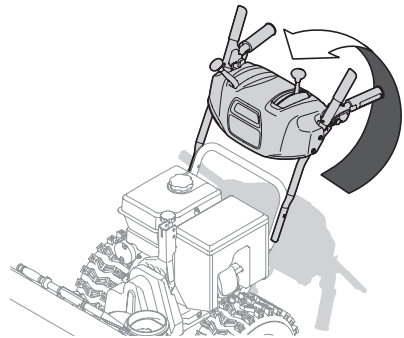

Figure 4
4. Assurez-vous que les câbles et les faisceaux sont loin des points de pivotement. Puis, faites pivoter la poignée vers haut et alignez avec la partie inférieure de la poignée. Voir Figure 4.